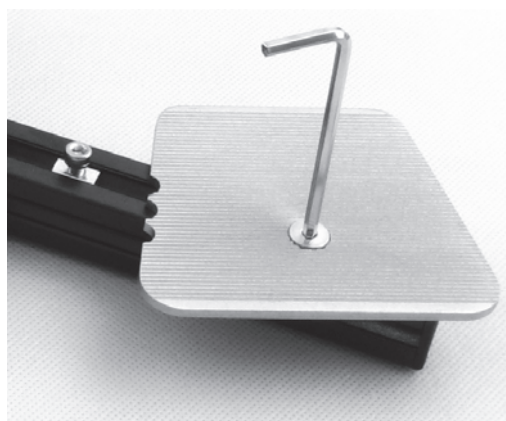

Рис. 2.15.
6.2. Прикрутите подпятник к профильной гайке М5 (рис. 2.15).